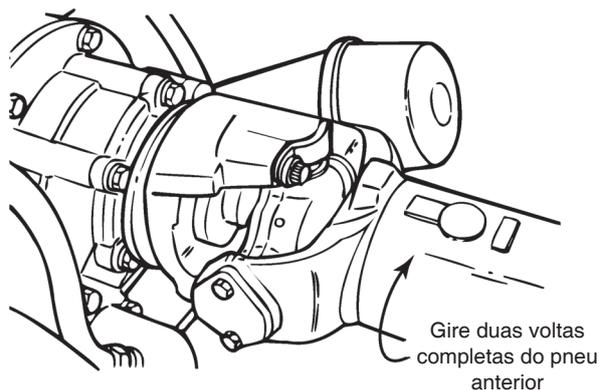

Figura 4.17
6. Gire manualmente o eixo cardan em uma direção até os pneus do eixo anterior completarem duas voltas. Figura 4.17. Os pneus devem girar somente duas vezes. Se os pneus girarem mais que ou menos de duas rotações, as medidas de ângulo que você fará no Passo 7 não serão exatas.